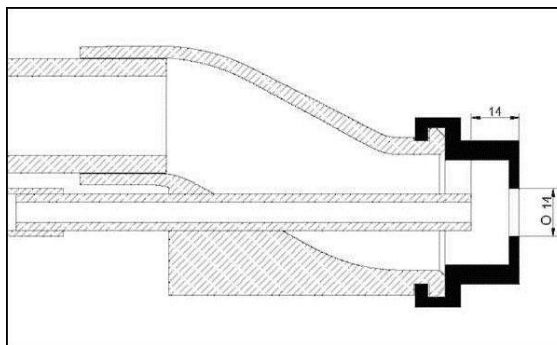

FIG. 12
Cu toate acestea, este important să se măsoare distanța duzei (ref. 9c) de la priză, astfel încât aceasta să fie același cu diametrul deflectorului (Fig. 12).